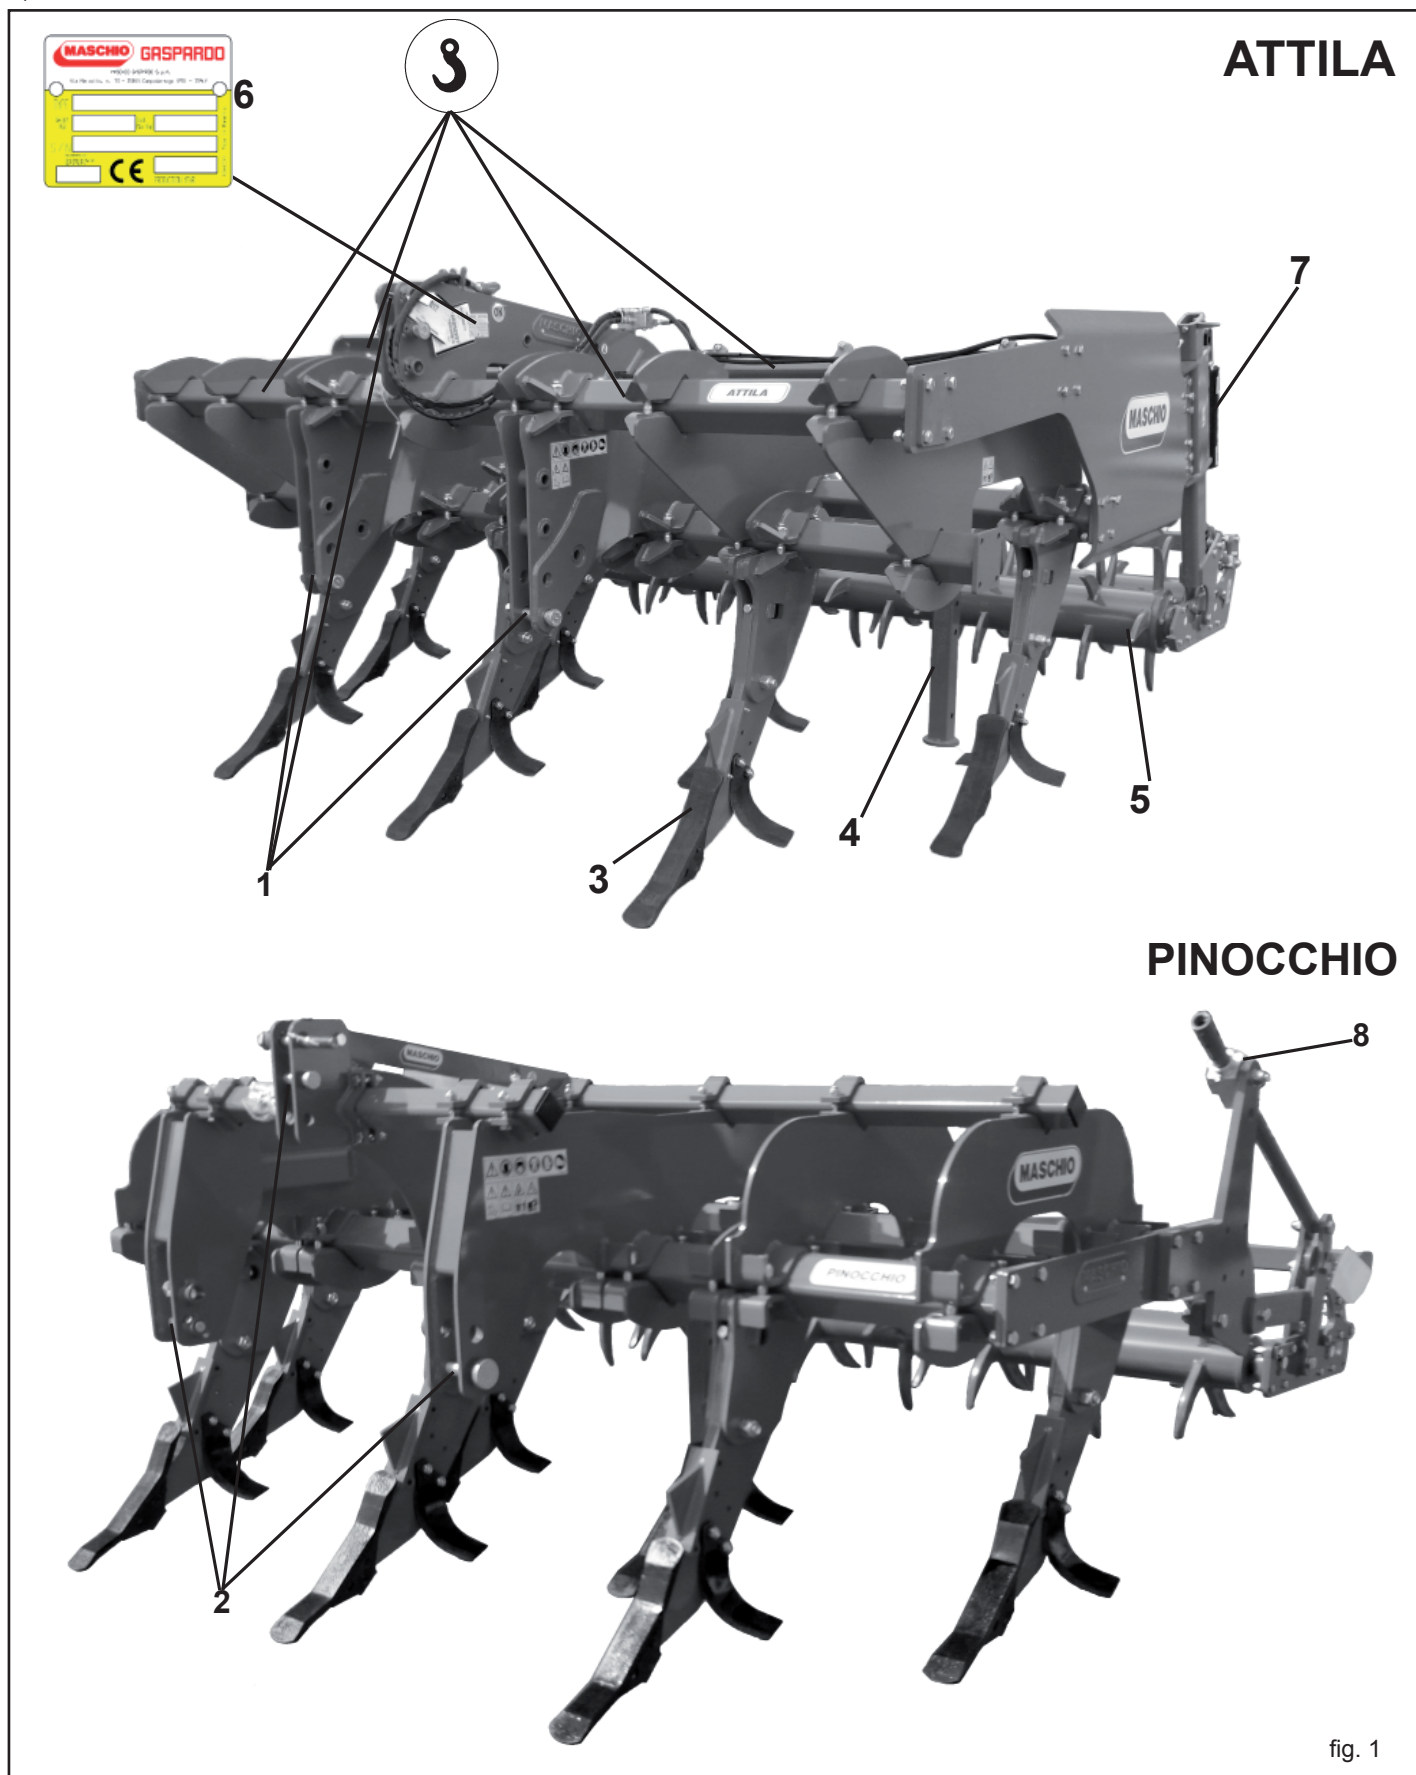

fig. 1
En caso de manipulación de la máquina, se precisa elevar la misma enganchándola a los ganchos al efecto mediante aparejo o grúa idóneos con suficiente capacidad. Dada su peligrosidad, dicha operación debe ser efectuada por personal preparado y experto. El peso de la máquina está indicado en la plaqueta de identificación (5 Fig. 1).
1.6 DISEÑO GENERAL (Fig. 1)